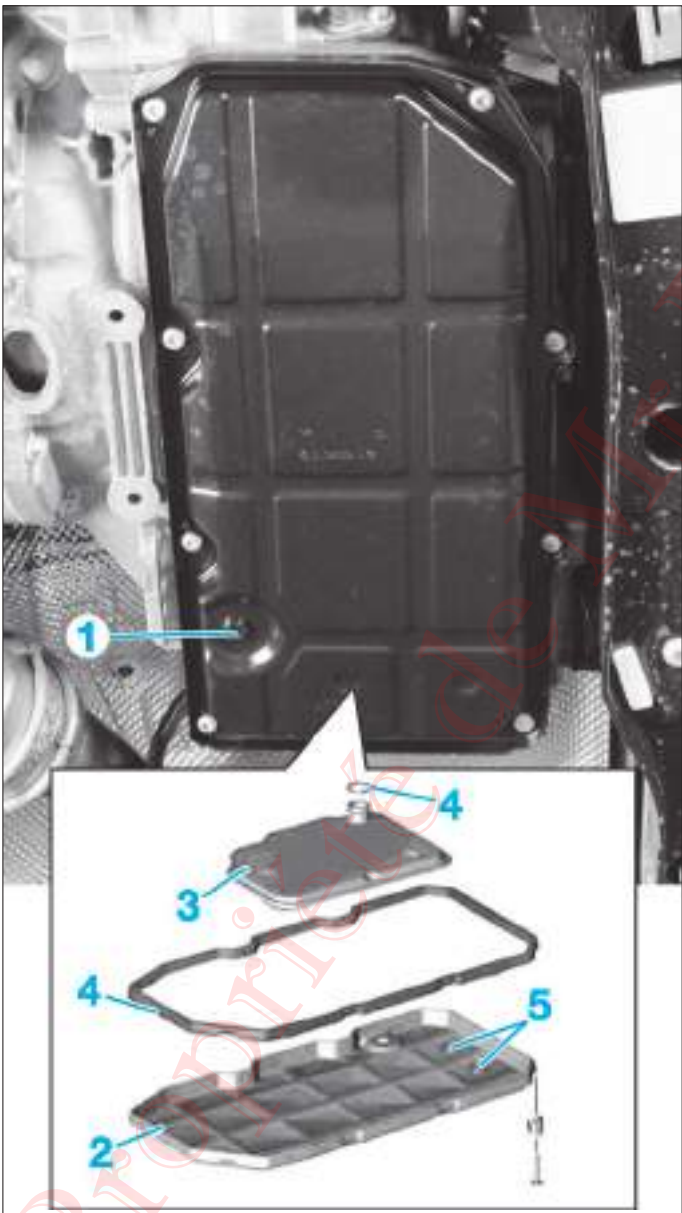

FIG. 2
- Nettoyer le pourtour du carter d'huile et du bouchon de vidange (1) (Fig.2).
- Déposer le bouchon de vidange (1) et laisser s'écouler l'huile.
- le carter d'huile (2),
- le filtre (3).
- le filtre (3),
- les joints (4),
- les aimants "gel" (5) et refixer les plaques de recouvrement des aimants.